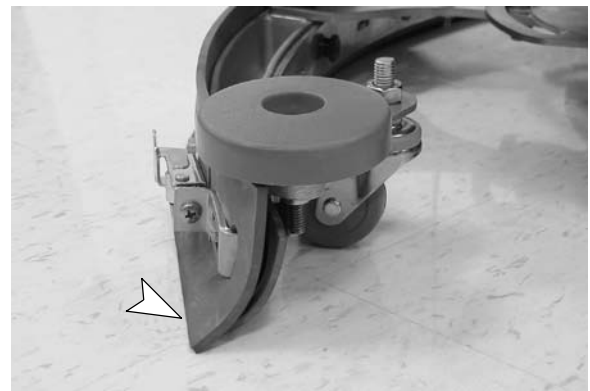

FIG. 48
3. Durant le fonctionnement de la machine avec les roulettes réglées correctement, les lames de racloir doivent avoir une déflexion comme illustré (Figure 48).